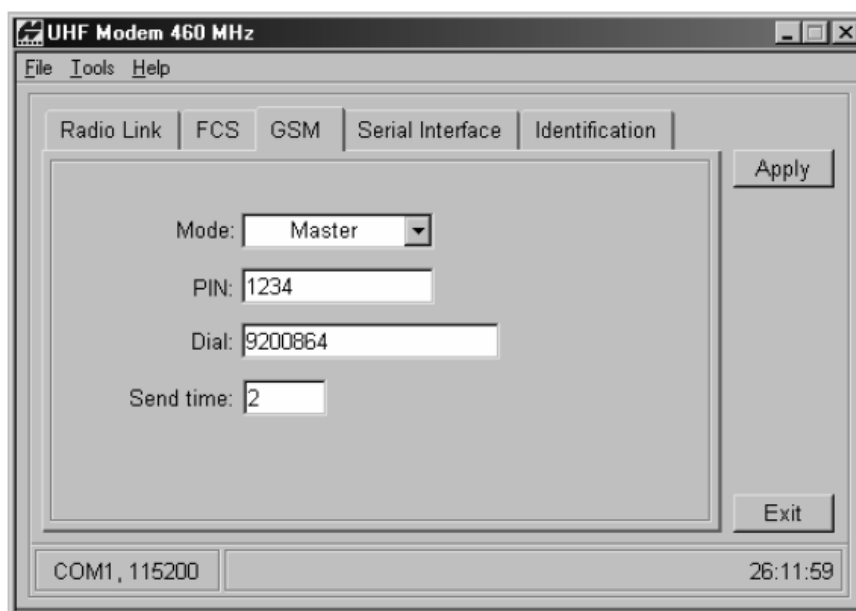

Рисунок 2-29. Пример выбора параметров GSM для подвижной станции
2. На вкладке GSM (см. рис. 2-29 на стр. 2-40) введите следующие параметры: